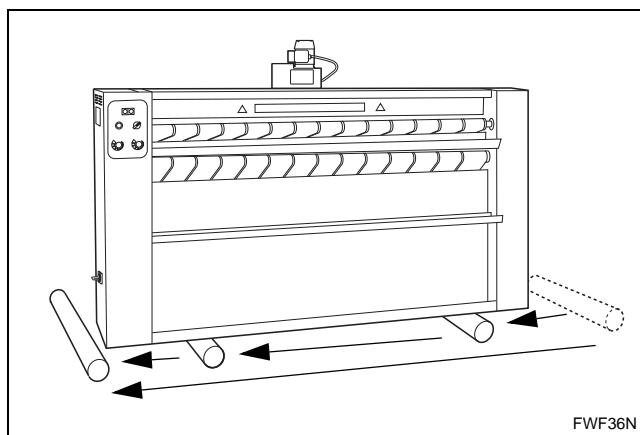

Figura 7
8. Role devagar a passadeira para frente de modo que ela saia do primeiro rolo, permaneça no segundo rolo e se mova para o terceiro rolo. Consulte *Figura 7*.